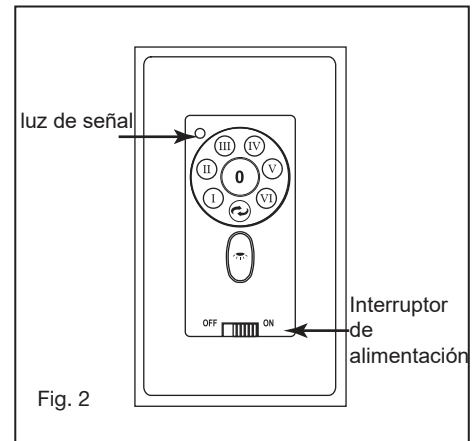

Fig. 2
- 3 Levante la pantalla de vidrio contra el conjunto de LED y gire en el sentido de las agujas del reloj hasta que quede ajustado, NO APRIETE DEMASIADO. Restaure la energía y su kit de luz estará listo para funcionar (Fig.2)
- 7 Luz de señalización (Fig. 2)